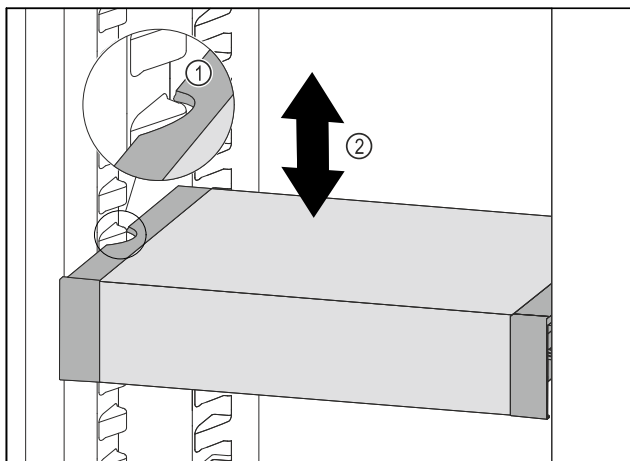

Fig. 174
- Tërhiqni VarioSafe për nga përpara, derisa foletë anësore të VarioSafe të jenë në lartësinë e brinjëve të kutisë në pjesën e ftohjes. Fig. 174 (1)
- Lëvizni VarioSafe për lart ose për poshtë në pjesën e ftohjes, derisa të arrihet lartësia që dëshironi. Fig. 174 (2)